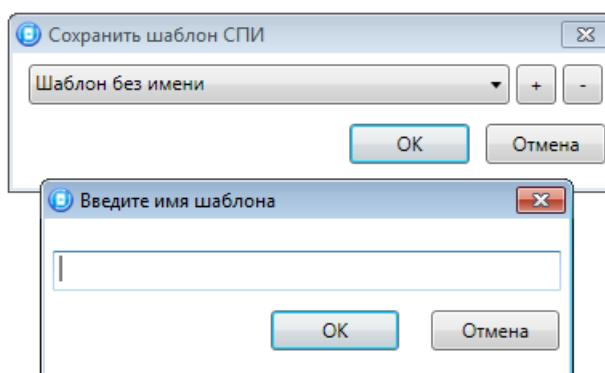

Рисунок 4.49 — Сохранение шаблона
- *Сохранить шаблон настроек*: открытие окна *Сохранить шаблон СПИ* (см. рисунок 4.49), с помощью которого может быть сохранена конфигурация ПОО контроллера в составе СПИ в качестве шаблона.